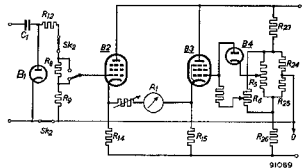

Fig. 3. Meting wisselspanningen
**Wisselspanningen** worden gemeten na gelijkrichting (door  $B_1$  in de wisselspanningsmeetkop). Tevens wordt de diode  $B_4$  in de roosterleiding van  $B_3$  geschakeld. Hiermede wordt de aanloopstroom van diode  $B_1$  gecompenseerd (zie fig. 3); met behulp van  $R_3$  kan de compensatie worden ingesteld.